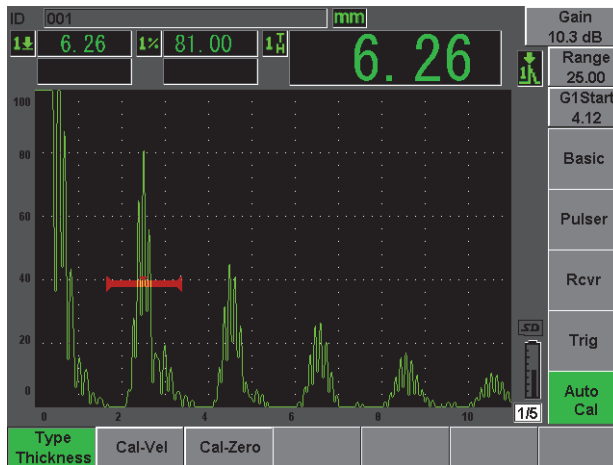

Figura 2-13 Il menu Auto Cal
4. Selezionare il menu **Auto Cal** (Cal. auto.) [vedi Figura 2-13 a pagina 52].